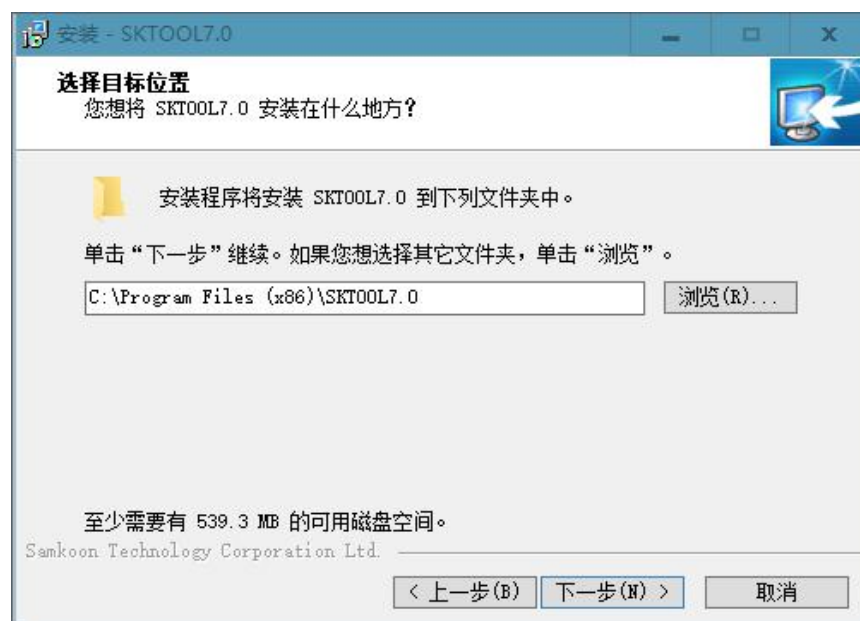
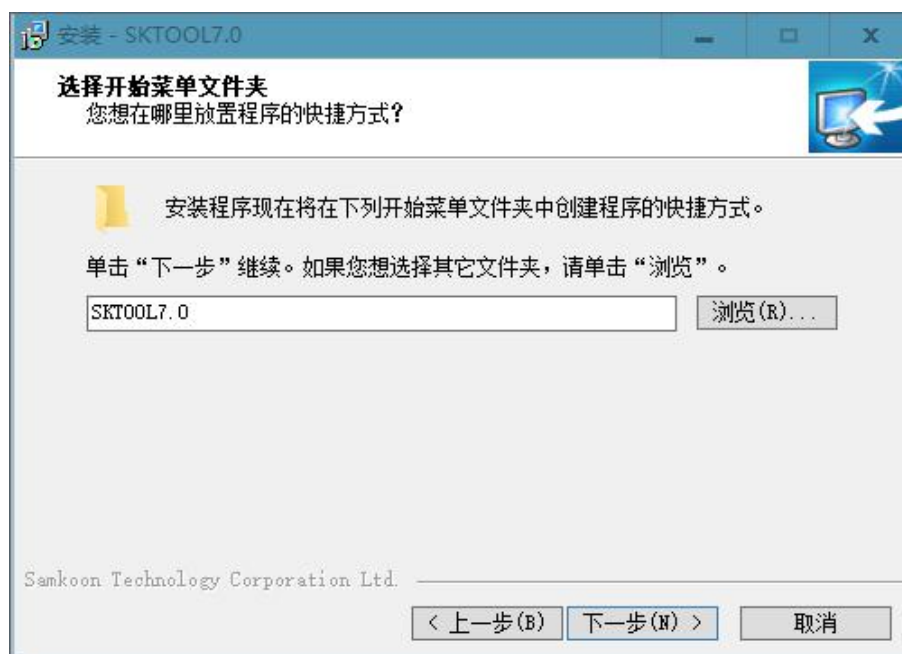

图 2-5 选择安装路径界面
图 2-6 安装文件夹选择界面
- 在目标文件夹对话框中，选择安装文件夹，默认文件夹为“C:\Program File\SKTOOL”，点击更改可以选择安装路径，然后点击下一步，如图 2-5 所示：
- 点击图 2-5 中的下一步后，出现选择安装在哪个文件夹下的选择界面，用户可以选择其他文件夹，也可以默认文件夹。然后点击下一步，如图 2-6 所示：